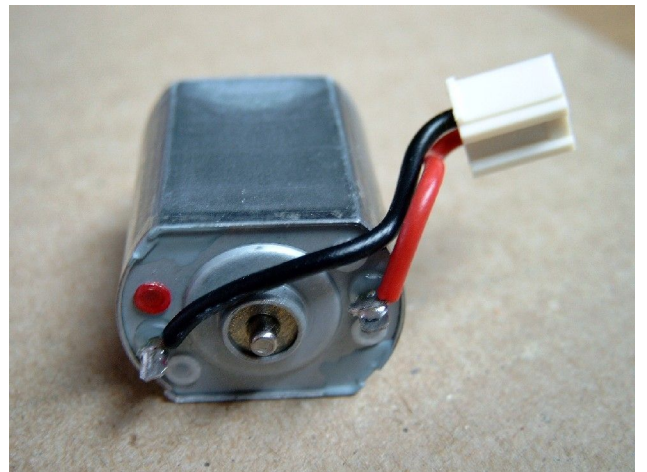

Bild 3: Steckerverbindung mit Sch(l)rumpfschlauch
- bei Standardanschluß am Leitkiel ist Beifahrerseite rot, Fahrerseite schwarz (→ **Bild 3+4**)